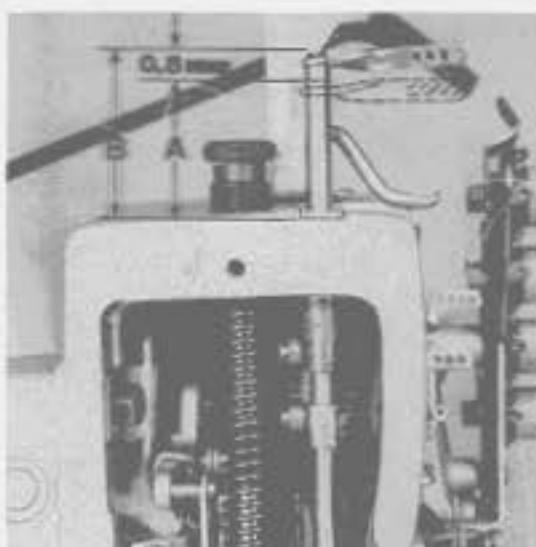
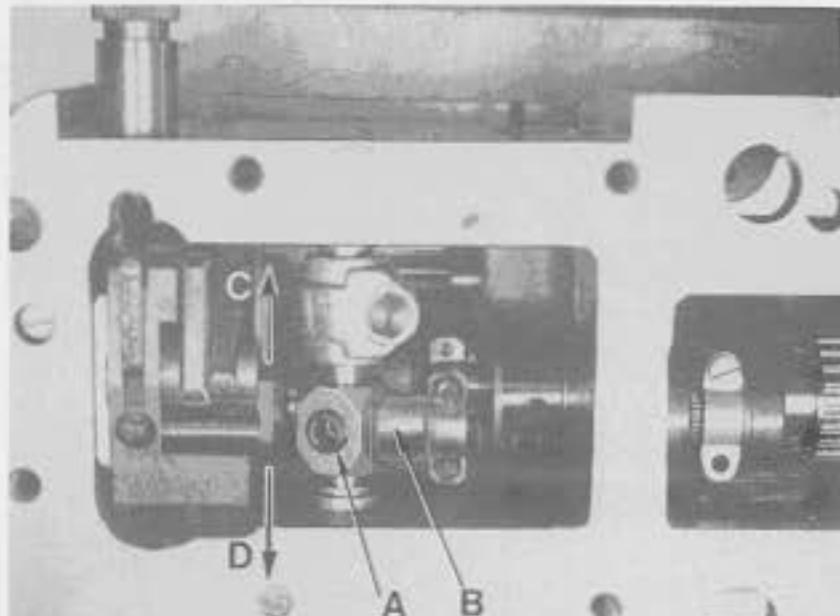

Fig.67
Fig.68
3. Measure dimension "A", Fig. 67 with a slide rule and note it.
6. Measure dimension "B", Fig. 67.
The machine is synchronized correctly if dimension "B" is 0.8 - 1 mm (.032-.040 in.) larger than dimension "A" (see Fig. 67).
2. Loosen screw (A, Fig. 68).
3. If the difference between dimension "A" and dimension "B" (Fig. 67) is less than 0.8 - 1 mm (.032-.040 in.), lever (B, Fig. 68) must be moved in the direction of the arrow towards "D".
- If the difference is more than 0.8 - 1 mm (.032-.040 in.), lever (B) must be moved in the direction of the arrow towards "C".
3. Messen Sie mit einer Schieblehre das Maß "A", Fig. 67 und merken Sie es sich.
6. Messen Sie das Maß "B", Fig. 67.
Ist das Maß "B" um 0.8 - 1 mm größer als das Maß "A", ist die Maschine richtig synchronisiert (siehe Fig. 67).
2. Lösen Sie die Schraube (A, Fig. 68).
3. Ist der Unterschied zwischen Maß "A" und Maß "B" (Fig. 67) kleiner als 0.8 - 1 mm muß der Hebel (B, Fig. 68) in Pfeilrichtung nach "D" verschoben werden.
- Ist der Unterschied größer als 0.8 - 1 mm muß der Hebel (B) in Pfeilrichtung nach "C" verschoben werden.